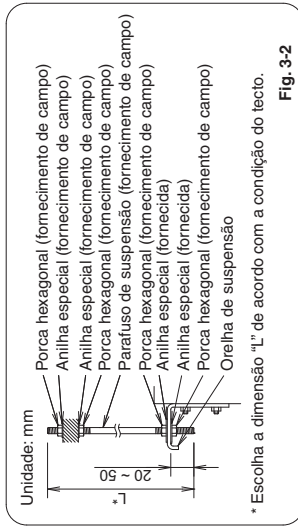

Fig. 3-2
- (3) Suspenda e fixe a unidade interior utilizando 2 porcas hexagonais (fornecimento de campo) e uma anilha especial (fornecida com a unidade) como mostrado na Fig. 3-2.